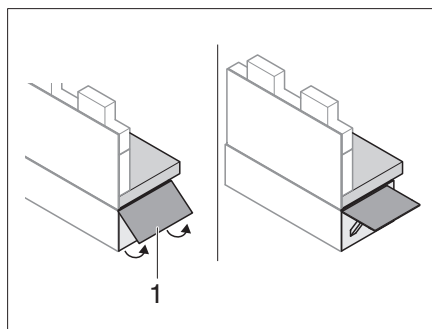

Fig. 142 Déployer la rallonge de banquette
- Rabattre la rallonge de la banquette (Fig. 142,1) vers le haut.
- Insérer la languette de déverrouillage et rabattre la rallonge de banquette (Fig. 142,1).